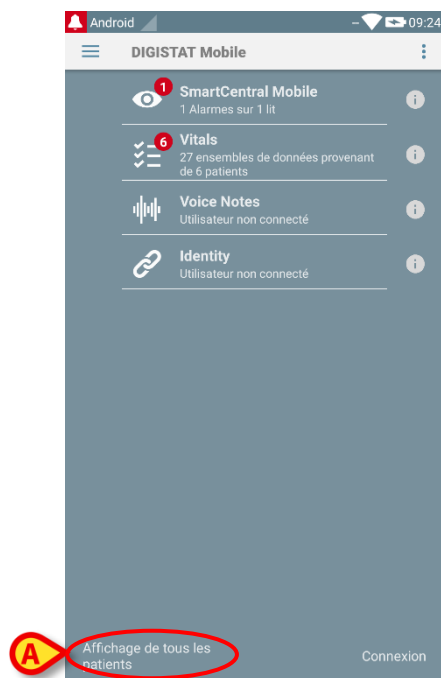
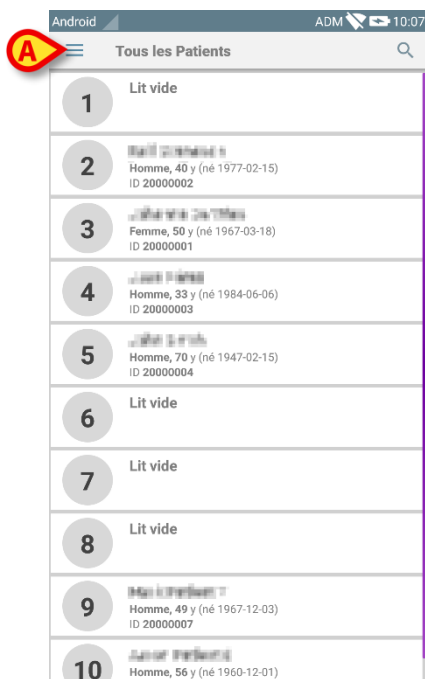

Fig 31
Fig 32
Dans l'angle inférieur gauche de l'écran de la liste des modules, il est précisé si le dispositif est actuellement réglé sur "Mes Patients" ou "Tous les patients" (Fig 31 **A**).
- Taper sur l'indication (Fig 31 **A**) pour afficher la liste des patients gérés (Fig 32).
- Taper sur l'icône  (Fig 32 **A**).